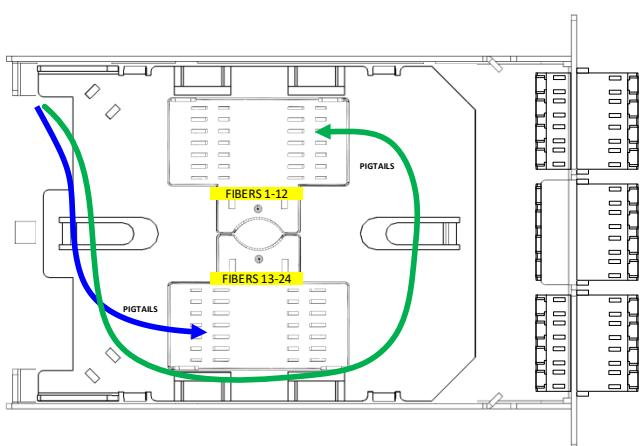
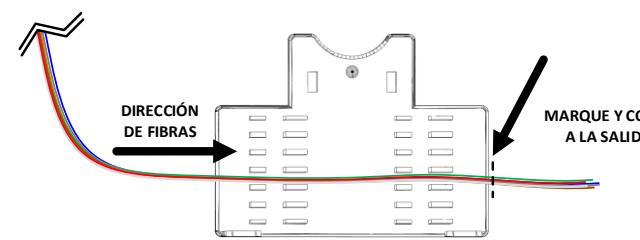
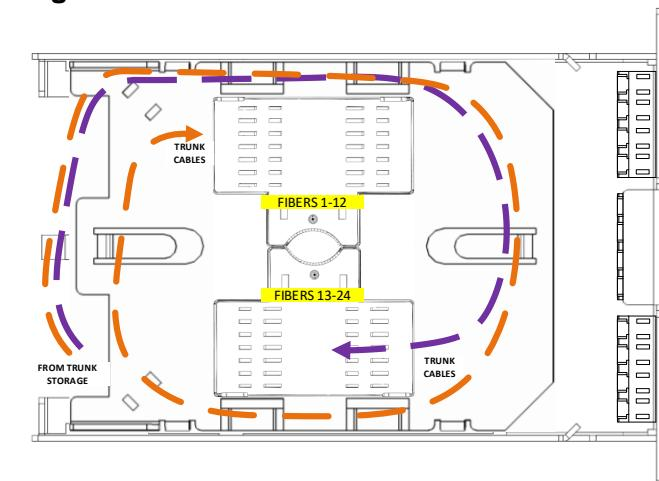

Figura 3
Figura 4
Figura 7
- 3.5** Rebobine dos bucles de cable suelto en el área de almacenamiento de cable superior. Coloque la cubierta de empalmes dentro de la base. Enrute las fibras del cable en espiral tal como se muestra en la **Figura 3**. Enrute el conjunto a través del centro del sujetador de empalmes. Marque y corte el conjunto de 12 fibras en el punto de salida del sujetador de empalmes metálico tal como se muestra en la **Figura 4**. Corte las fibras en la marca, desmonte el cable suelto en espiral del módulo y déjelo aparte para el empalme.
- 3.9** Coloque la cubierta de empalmes en su posición instalada y enrute las fibras del enlace troncal dentro de la cubierta de empalmes. Enrute las fibras del enlace troncal por grupos tal como se muestra en la **Figura 7**. Marque el conjunto de 12 fibras en el punto de salida del sujetador de empalmes metálico tal como se muestra en la **Figura 4**. Corte las fibras en la marca, desmonte el cable troncal del módulo y déjelo a un lado para el empalme.